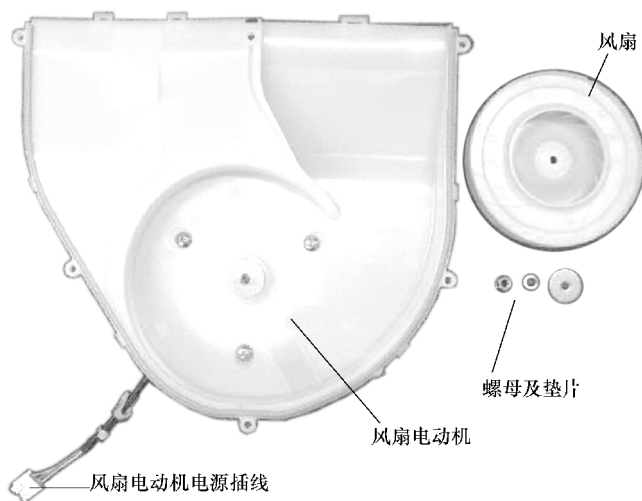

图 3-44 分解风扇电动机
4) 如图 3-44 所示, 使用内六角螺钉旋具顺时针方向松开固定风扇的螺母, 取出两个垫圈 (记住位置, 安装时不能搞错), 取下风扇, 然后使用十字螺钉旋具取下固定风扇电动机的 3 处螺钉和固定线束的两处锁扣。按以上步骤即可拆卸下风扇电动机。